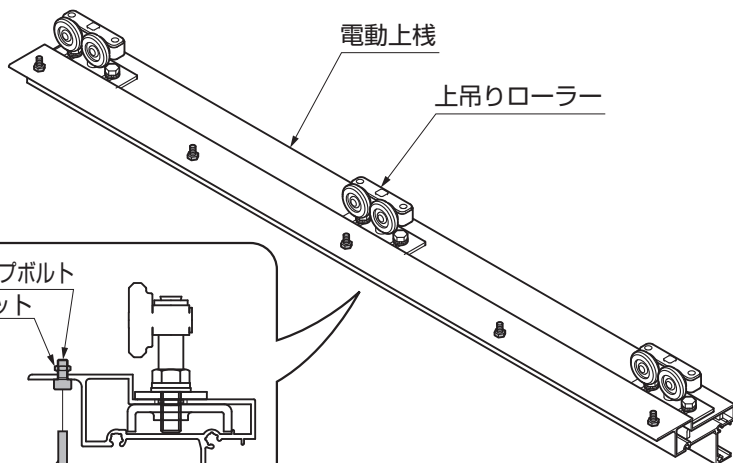

図5-1
- ①電動上棧のM4×8キャップボルトとM4ナットを緩めてください。(図5-1参照)